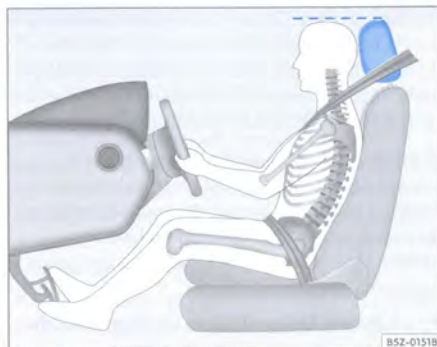

Fig. 64 Vista lateral: apoyo para cabeza ajustado correctamente y banda del cinturón colocado correctamente
- Ajuste los apoyos para cabeza, de tal forma que la parte superior del respaldo quede en el mismo nivel o lo más próximo posible de la parte más alta de su cabeza ⇒ fig. 63 y ⇒ fig. 64.